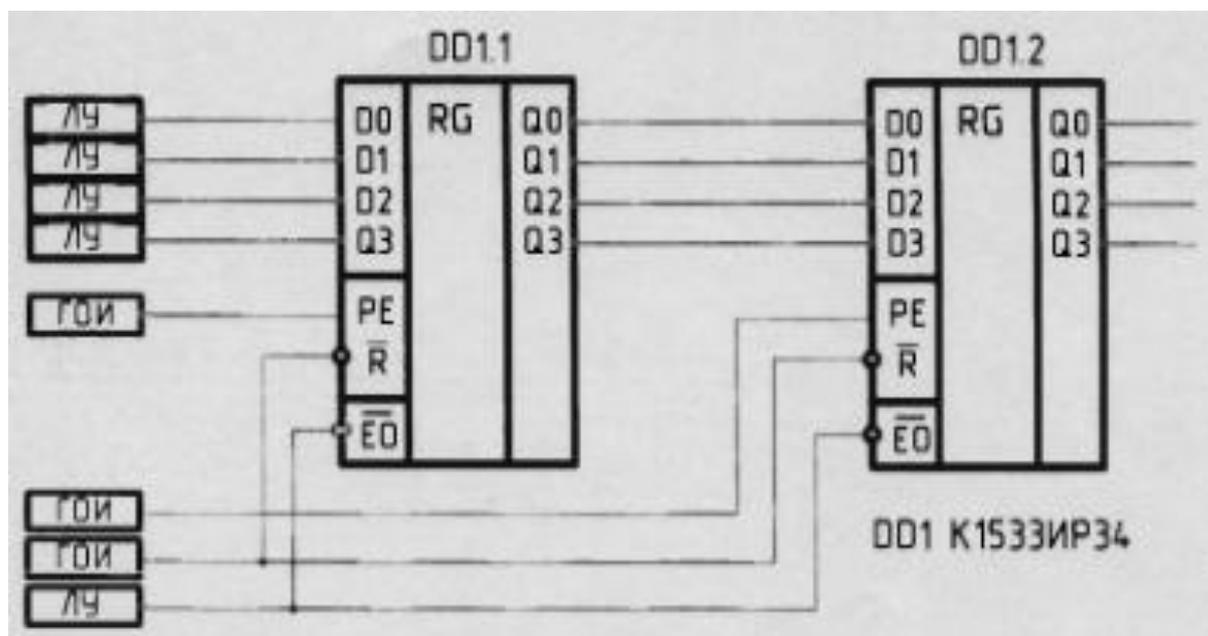

Рис. 3. Исследование передачи информации из регистра в регистр
- исследуется процесс передачи информации из регистра в регистр (рис.3).